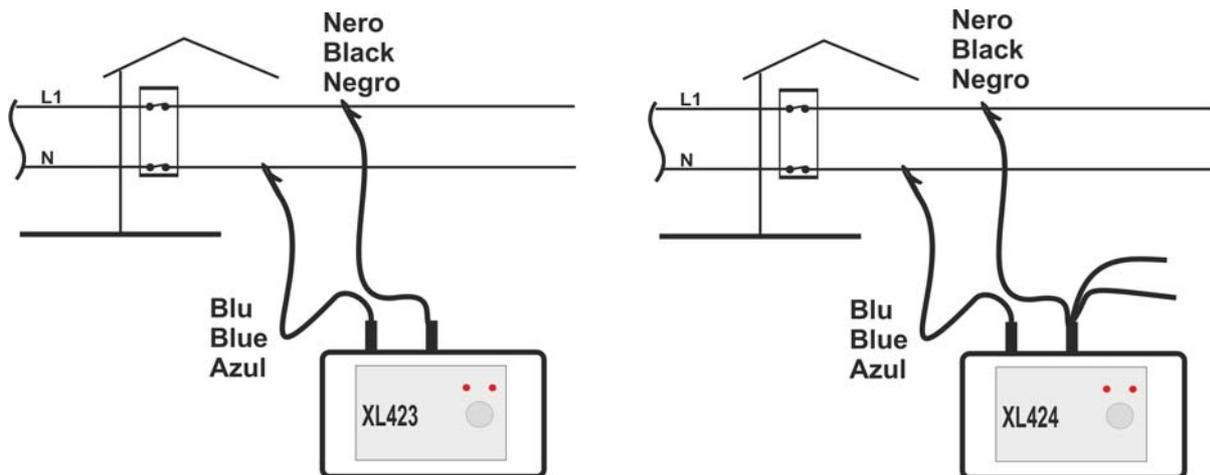

Fig. 2: Collegamento dello strumento in un sistema Monofase
3. Collegare i terminali a coccodrillo all'impianto rispettando le connessioni indicate in Fig. 2.